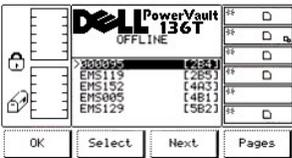

図 51. Command > Mailbox > Export Selected ダイアログ
- 1 **Select** ソフトキーの下にあるボタンを押すと、有効な選択であることを示す逆反転映像で現在のアイテムがハイライトされます。図 51 を参照してください。